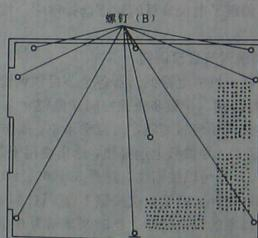

图 1-6 拆卸底板
(1) 将录像机翻倒过来，使其底面朝上。然后，参看图 1-6，旋出底板上的 9 个螺钉 (B)，即可拆卸下底板。